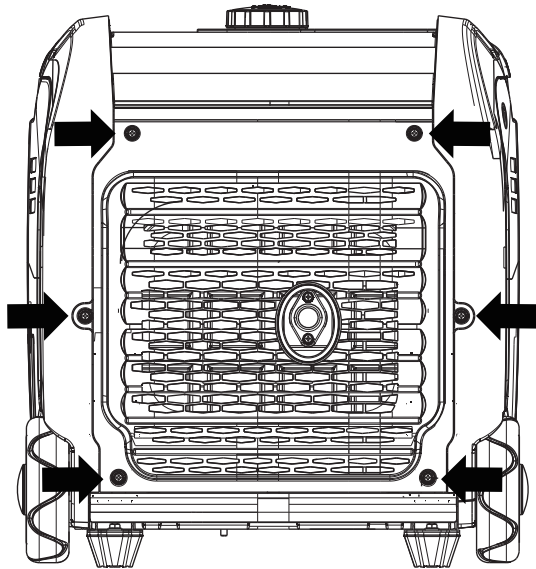

Figure 17: Déposer les vis qui maintiennent le couvercle du silencieux.
3. Retirer les vis qui maintiennent le couvercle du silencieux en place (voir Figure 17).